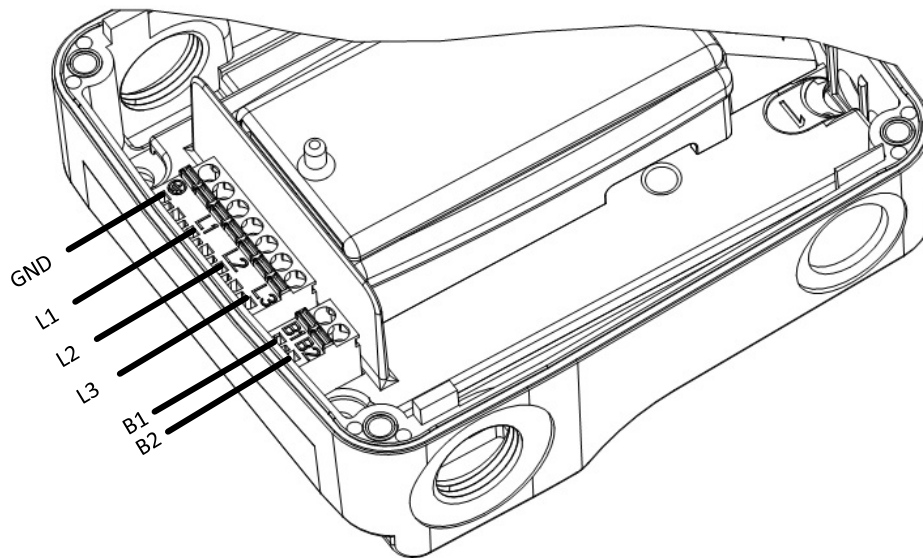

Figure 3: Schéma électrique
Les connexions électriques de la pompe doivent être effectuées en conformité avec le schéma de câblage (fig. 3), fixé sur le fond du couvercle du moteur. Avant de faire dérouler le couvercle supérieur (Fig. 1 -. POS 2). Par la norme IEC 60446, il est recommandé d'utiliser l'ordre de câblage électrique suivant:
- GHNbasic II (SANbasic II) de base a une protection thermique, qui est optionnellement connectés à un dispositif de contrôle externe. Si les broches B1 et B2 (Fig. 3) ne sont pas en court-circuit, alors le moteur de la pompe est en surchauffe et doit être refroidi. Si l'erreur se produit en dépit de la température modérée des médias, est nécessaire un service.